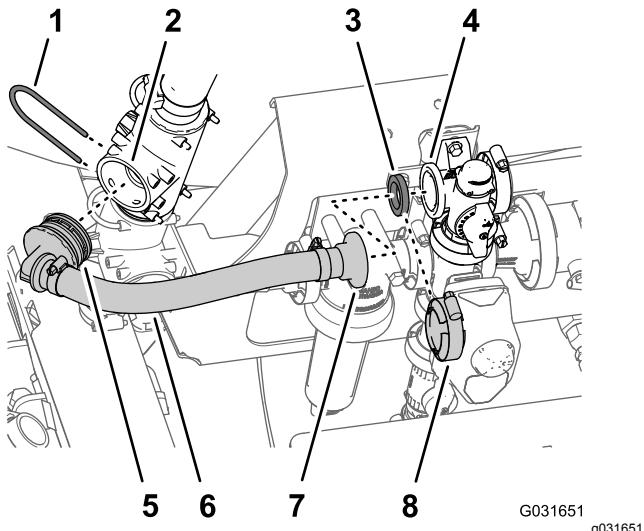

Bild 219
- Fluchten Sie das gezahnte 90°-Anschlussstück des neuen Rührwerküberlaufschlauchs (Toro Bestellnummer 131-9649) mit dem offenen Anschluss im oberen T-Anschlussstück aus. Setzen Sie das 90°-Anschlussstück ein, bis es fest im T-Anschlussstück sitzt (Bild 219).
- Fluchten Sie das gerade Flanschanschlussstück des neuen Rührwerküberlaufschlauchs (Toro Bestellnummer 131-9649) und die Dichtung mit dem Flansch des Sicherheitsventils aus (Bild 219).